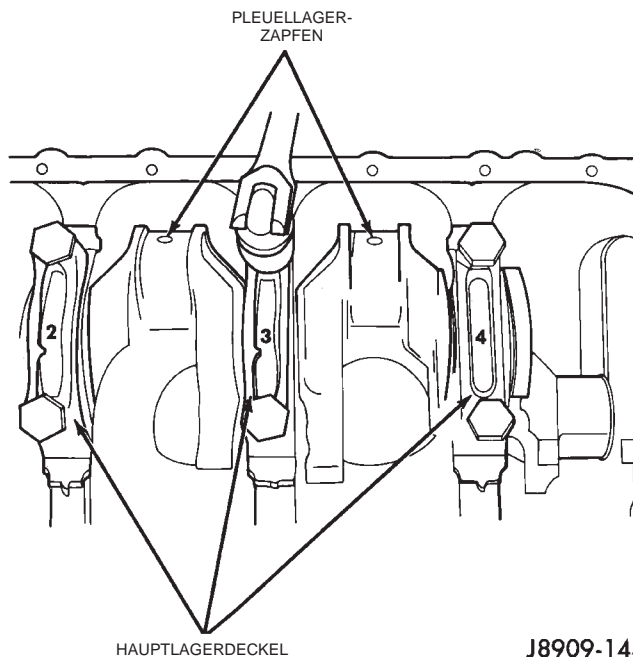
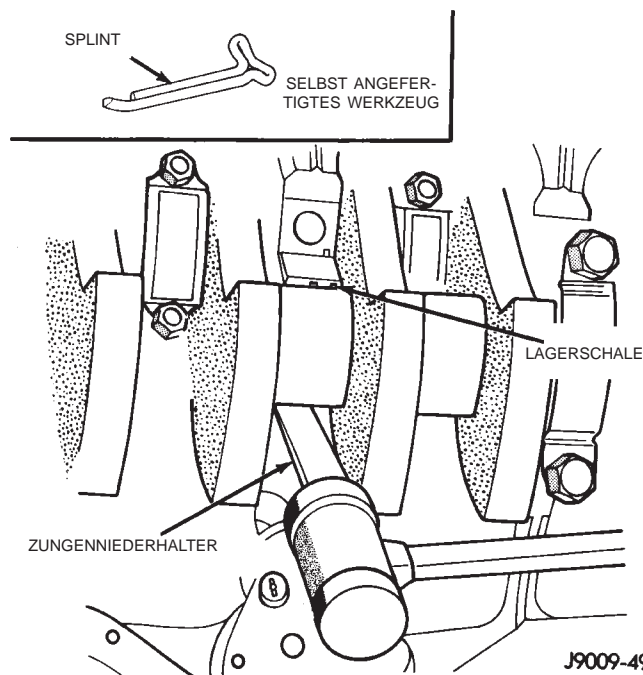

Abb. 54 Ausbau/Hauptlagerdeckel und untere Lagerschalen
Abb. 55 Ausbau der oberen Lagerschalen
(1) Batterie-Minuskabel (-) abklemmen.
(2) Zündkerzen herausdrehen.
(3) Fahrzeug anheben.
(4) Ölwanne ab- und Ölpumpe ausbauen.
(5) Jeweils nur einen Hauptlagerdeckel und eine untere Lagerschale ausbauen (Abb. 54).
(6) Untere Lagerschale vom Lagerdeckel abbauen.
(7) Obere Lagerschale ausbauen. Hierzu alle anderen Lagerdeckel LÖSEN (NICHT AUSBAUEN) und ein aus einem Splint hergestelltes Werkzeug in die Ölbohrung des Lagerzapfens einführen. Den Splint nach Abbildung biegen, um das benötigte Werkzeug herzustellen (Abb. 55). Nach dem Einführen des Splintwerkzeugs die Kurbelwelle so drehen, daß die obere Lagerschale zur Haltenase hin bewegt wird. Der Lagerzapfen von Hauptlager 3 hat keine Ölbohrung, weshalb zum Ausbau der Lagerschale ein Niederhalter oder dgl. mit weicher Oberfläche verwendet werden muß (Abb. 55). Lagerschale um ca. 25 mm (1 Zoll) verschieben und von unten gegen die Haltenase drücken. Dann kann die Lagerschale abgenommen werden.
(8) Die übrigen Lagerschalen nach der oben beschriebenen Methode nacheinander ausbauen.